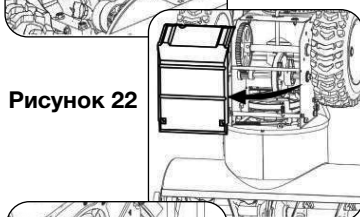

Рисунок 22
2. Осторожно передвиньте снегоборочную машину вверх и вперёд так, чтобы она встала на корпус шнека. Снимите крышку рамы из-под снегоборочной машины, открутив четыре самореза, фиксирующие её. См. Рисунок 22.